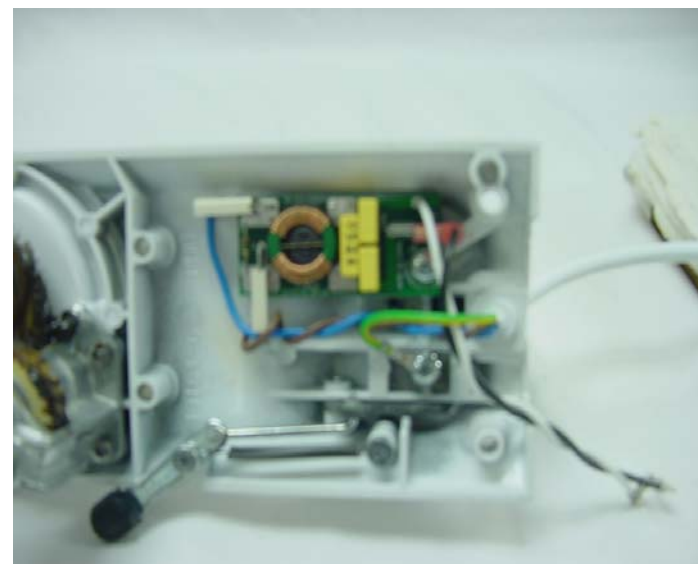

Abb. 75: Untere Abdeckung eines internationalen Modells mit HF-Filter und federbelastetem Verriegelungshebel.
Die kleine Platine in Abb. 75 ist ein HF-/Funkentstörfilter internationaler Modelle. Sie ist mit einer einzelnen Rundkopfschraube an der unteren Abdeckung befestigt.
Q. Sowohl internationale Klappkopf- als auch Schüsselhebermodelle besitzen einen HF-/Funkentstörfilter, der mit einer Rundkopfschraube an der unteren Abdeckung des Motorgehäuses befestigt ist (vgl. Abb. 75).